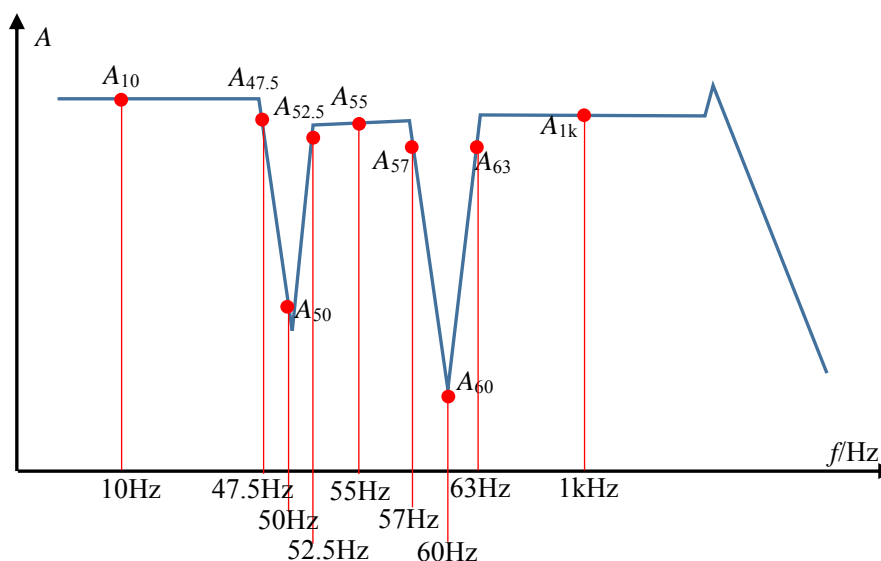

图 1 测试过程以幅频特性展示的示意图
- 2) 输入频率分别为 10Hz，47.5Hz，50Hz，52.5Hz，55Hz，57Hz，60Hz，63Hz，1kHz（所有频率误差不超过±20ppm）。在输出波形无明显失真情况下，分别测得各频率点处的电压增益，如图 1 所示。明显失真包括但不限于：因幅度超限造成的失真，因压摆率限制造成的失真，因噪声过大造成的失真。